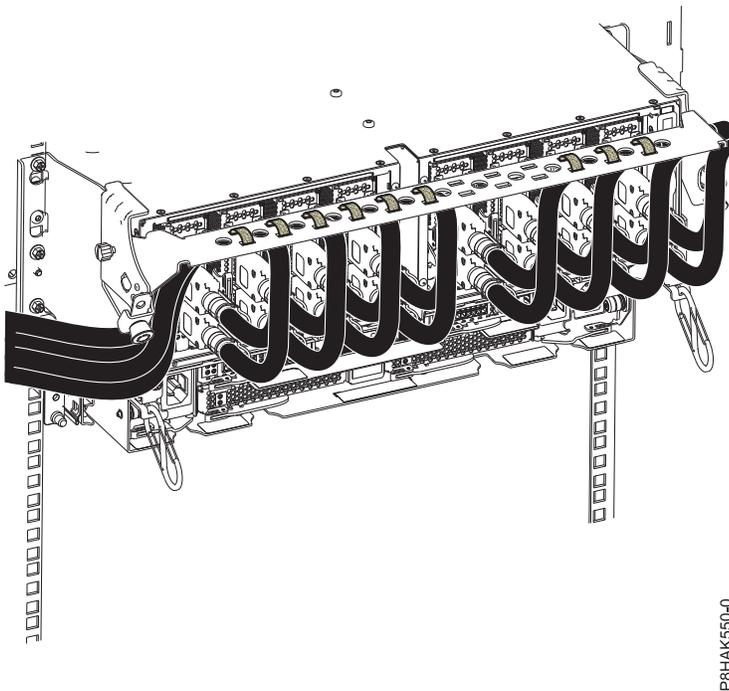

Abbildung 11. Kabel durch die Kabelführungshalterung führen
5. Führen Sie die Kabel des CXP, des Erweiterungseinschubs und der Ein-/Ausgabe (E/A) durch die Kabelführungshalterung. Siehe Abb. 11 auf Seite 12.
- f. Führen Sie das Hauptnetzteil und das Kabel mithilfe von Klettverschlüssen durch die Kabelführungshalterung, wie in Abb. 11 auf Seite 12 dargestellt.